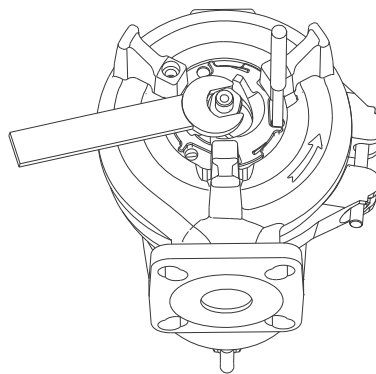

Рис. 9 Демонтаж болта и головки режущего механизма
6. Вставьте выколотку (F) в отверстие, чтобы удерживать рабочее колесо неподвижным во время демонтажа.
7. Открутите болт с шестигранной головкой (188а). Снимите стопорную шайбу (66). См. рис. 9.